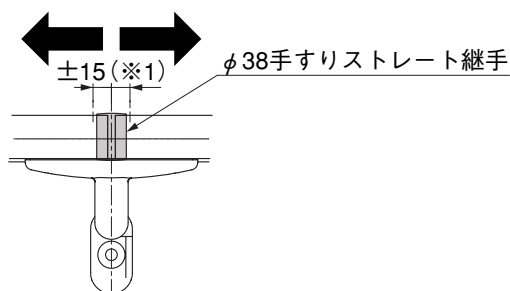

図1-4
- ストレート継手の移動範囲は±15mm (※1)の範囲内で調整してください。(図1-4参照)